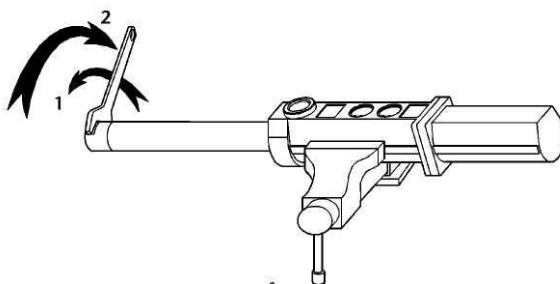

Рис. 4
1. Закрепите насос в тисках в горизонтальном положении, зажав его на уровне специальных накладок, расположенных вдоль корпуса насоса (16).
2. Нанесите несколько несильных ударов пластиковым молотком по основанию корпуса (29).
3. Для того чтобы отвинтить всасывающую трубку (30) от корпуса насоса (16), воспользуйтесь гаечным ключом на 32 мм. Гаечный ключ должен располагаться в пазах корпуса всасывающего клапана (35) (рис. 4). Сначала поверните ключ по часовой стрелке, для того чтобы нарушить уплотнение, а затем поверните ключ против часовой стрелки, для того чтобы ослабить и извлечь трубку с основанием корпуса (29).